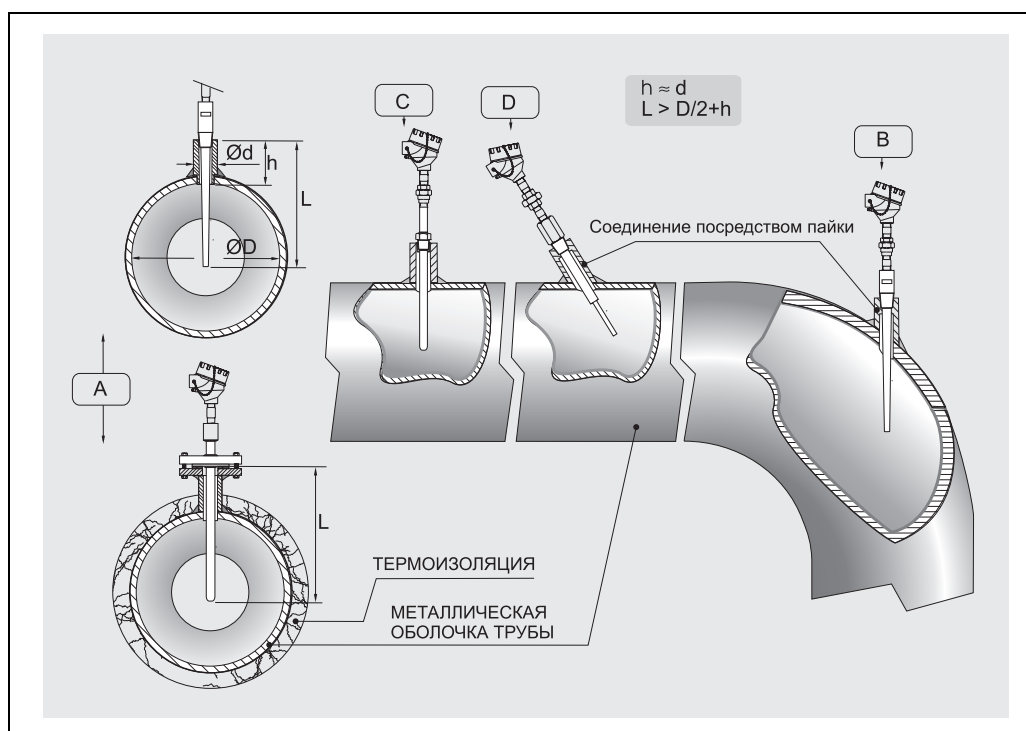

Рис. 2: Примеры установки
Для исключения такого рода ошибок рекомендуется, по возможности, использовать термометры с небольшим диаметром возле стенки при глубине погружения (L) не менее 80÷100 мм (см. рис. 2А-2С).
Изоляция на наружном конце датчика снижает влияние глубины погружения. Кроме того, возможна установка под углом (см. рис. 2В-2Д).